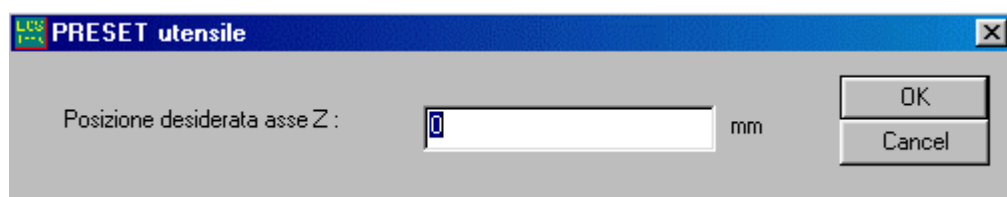

FIG. 8-7 Data Entry “Preset”
- Selezionare, a questo punto il sottomenù “Preset”. Tale formato si presenta con il Data Entry riportato in **FIG. 8-7**
Si osservi che nel Data Entry di **FIG. 8-7** è sufficiente specificare la quota desiderata in quanto l'asse su cui agire è automaticamente selezionato dal CNC che sceglie appunto quello su cui è correntemente applicata la compensazione Lunghezza Utensile.